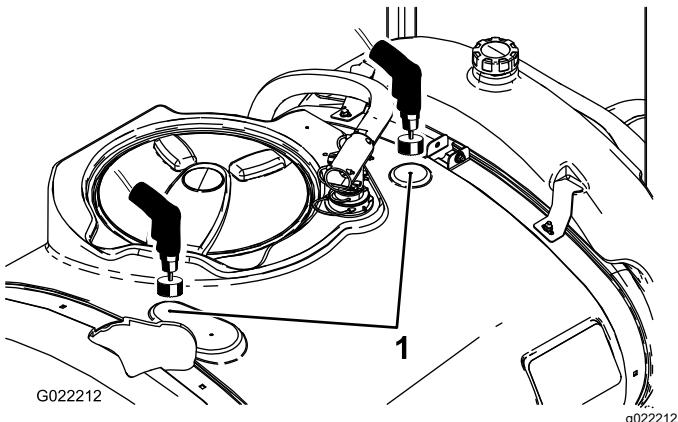

Figura 3
2. Individuate i due segni di foratura sul serbatoio principale (Figura 3).